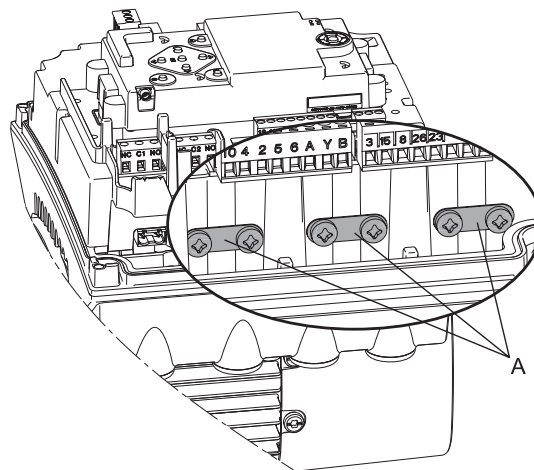

Рис. 18 Заземление экранирующих оплётки кабелей
7. Заземлите экраны кабелей шины через один из зажимов заземления (рис. 18, А).